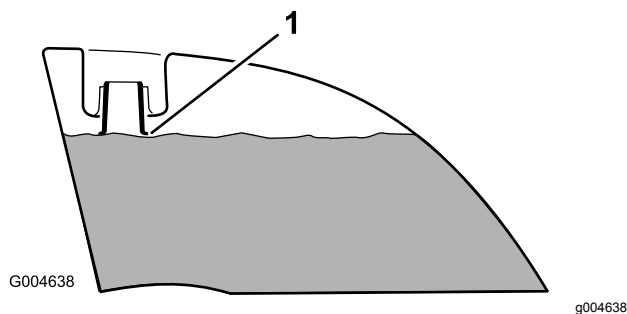

Figure 11
4. Remplissez les deux réservoirs de carburant jusqu'à ce que le niveau atteigne de la base du goulot de remplissage (Figure 11). **Ne remplissez pas excessivement les réservoirs de carburant.**